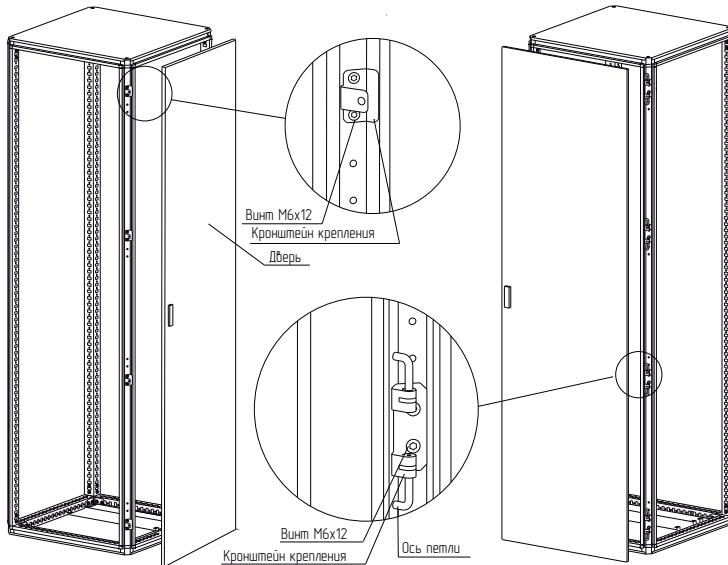

Рисунок 1
4.1.2 Закрепить петли на каркасе на левой или правой стойке. На рисунке для примера изображено правое крепление петель (рисунок 1). Для крепления использовать винты самонарезающие M6×12. Момент затяжки – 7 Н·м.